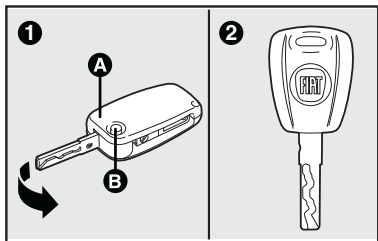

fig. 1
## CHAVES - fig. 1
- chave principal tipo canivete 1-fig. 1.
- chave reserva 2-fig. 1.
Para algumas versões a chave reserva também é do tipo canivete A-fig. 1. A chave de uso normal e sua reserva servem para: